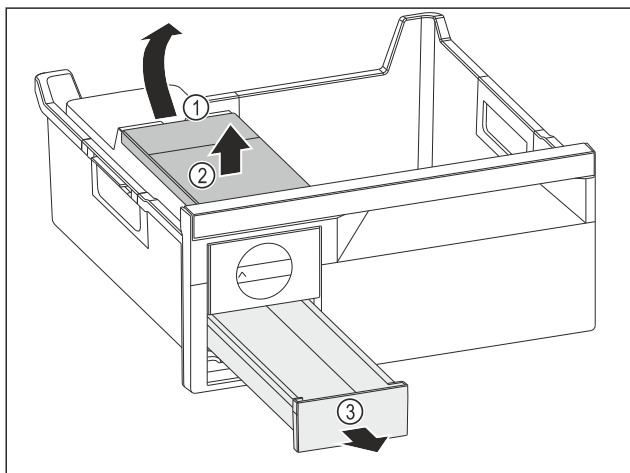

Fig. 170
- 取出水箱：从凹槽 Fig. 170 (1) 抬起水箱。
- 朝上取出水箱 Fig. 170 (2)。
- 朝前取出冰块抽屉 Fig. 170 (3)。